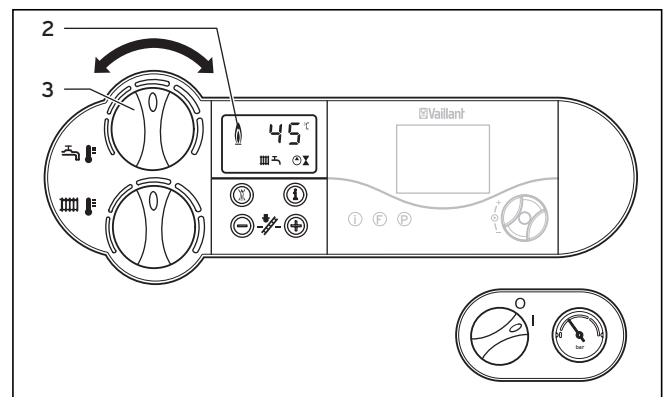

Abb. 4.6 Einstellung der Speichertemperatur
Bei Unterschreiten der eingestellten Speichertemperatur geht das Gerät selbsttätig in Betrieb und heizt den Speicher nach. Während der Speicherladung blinkt im Display (2) die Anzeige , siehe Abbildung 4.6. Bei Erreichen der von Ihnen eingestellten Speichertemperatur schaltet das Gerät selbsttätig ab. Die Pumpe läuft kurze Zeit nach.
- Drehen Sie hierzu den Drehknopf (3) zur Einstellung der Warmwassertemperatur auf Linksanschlag, siehe Abbildung 4.6. Es bleibt eine Frostschutzfunktion für den Speicher aktiv.